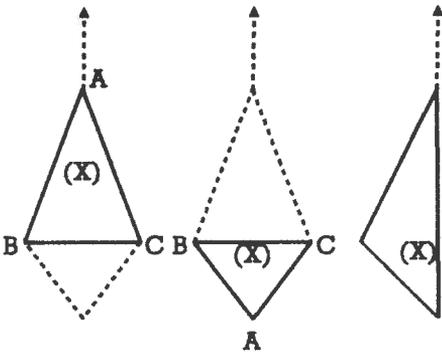

Abb. 1 Abb. 2 Abb. 3
ermöglichen. Ist dies wirklich so? Betrachten wir das aufgebockte Fahrrad Abb. 1 von oben, so erkennt man drei Aufsetzpunkte, wobei (B) und (C) die Aufsetzpunkte der Zweibeinstützen sind, (A) ist der Aufsetzpunkt des Vorderrades: